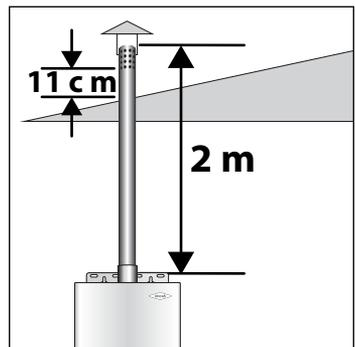

Figura 12.
- Si el último tramo del ducto finaliza en posición vertical, se debe utilizar un sombrerete **(Ver figura 12)**.
- Las perforaciones deben quedar fuera de la vivienda y se debe conservar una distancia de 11 cm entre el techo y la primera perforación del desfogue así se evita que ingrese agua al producto **(Ver figura 12)**.